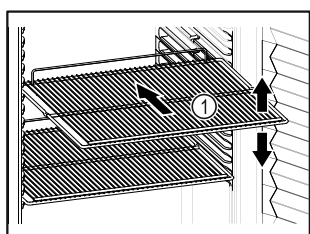

Fig. 50 Immagine a titolo di esempio
- ❑ Se i ripiani Fig. 50 (1) sono spostati, adattare i ripiani in base all'altezza.